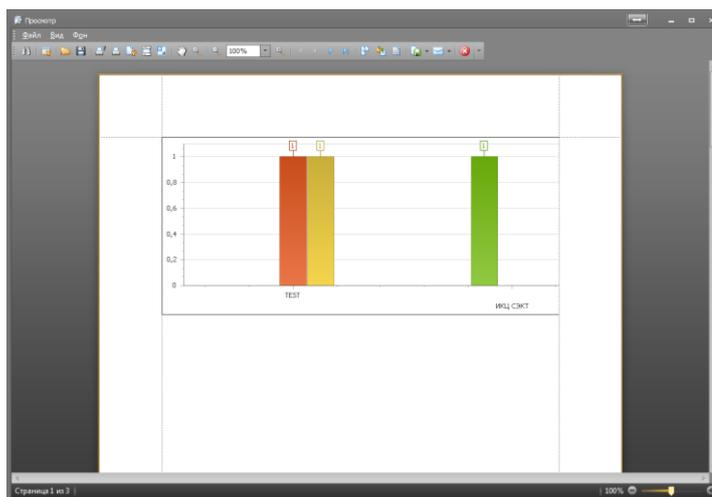

Рисунок 80
- Для печати графика нажмите кнопку - Печать\экспорт графика  панели управления формы. В открывшемся редакторе – **Просмотр** (рис.80)